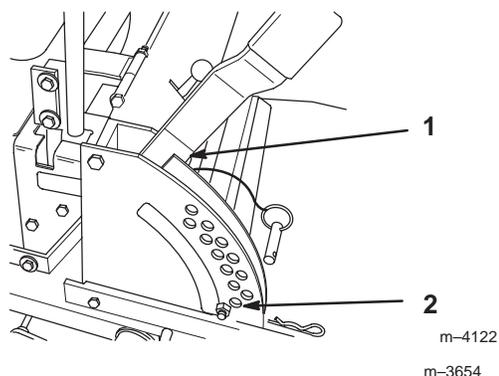
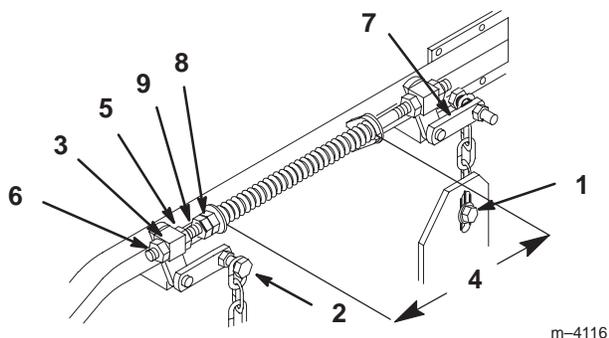

Figure 63
Figure 64
4. Relevez le plateau de coupe en position de transport (Fig. 63). Détendez les deux grands ressorts de levage du plateau en desserrant autant que possible l'écrou de blocage et l'écrou avant, devant chaque ressort (Fig. 64).
- Placez deux cales de 35 mm d'épaisseur sous le bord inférieur arrière gauche et droit de la tondeuse. Placez une cale de 44 mm sous le bord inférieur central avant de la tondeuse, pas sous les supports des galets de protection. Sélectionnez la hauteur de coupe de 38 mm (Fig. 63).
- Desserrez le boulon inférieur de la chaîne, dans la fente située à l'arrière du plateau de coupe. Répétez la procédure de l'autre côté (Fig. 64).
- Desserrez l'écrou de blocage avant et arrière de chaque côté du pivot avant. Continuez de desserrer jusqu'à ce que les chaînes avant soient desserrées et que le plateau repose sur les cales. Répétez la procédure de l'autre côté (Fig. 64).
- Quand la visserie est desserrée, la tension encore présente dans les grands ressorts de soutien a tendance à faire tourner la poignée de levage du plateau de coupe vers le haut et à lui faire quitter la position de 38 mm. Appuyez fermement sur le bras de support arrière du plateau pour ramener la poignée de levage à cette position (Fig. 64).
- Tout en continuant d'appuyer sur le bras de support arrière du plateau de coupe, tendez la chaîne arrière et serrez la visserie inférieure (Fig. 64). Vous pouvez maintenant relâcher le bras de support arrière. Répétez la procédure de l'autre côté.
- Déplacez le levier de relevage du plateau de coupe à la position de transport (Fig. 63).
- Réglez les ressorts de compression en tournant les écrous avant de façon à obtenir un espace de 260 mm entre les deux grandes rondelles. Serrez alors fermement l'écrou de blocage (Fig. 64).